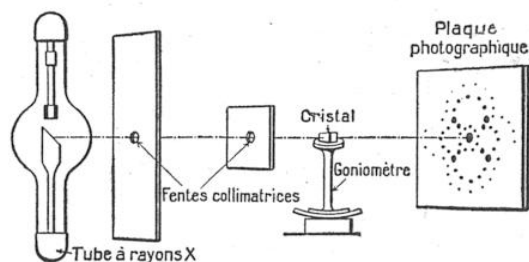

FIG. 2. — SCHÉMA DE LA MÉTHODE SPECTROGRAPHIQUE PAR RAYONS X DE VON LAUE QUI PERMET D'ÉTUDIER LA CONSTITUTION DES CRISTAUX
1) *La méthode de von Laue* (fig. 2), dans laquelle le cristal est placé immédiatement après un tube d'un millimètre de diamètre par exemple, servant à définir un pinceau de rayons X. Le rayonnement utilisé étant ici le fond continu, chaque système de plans